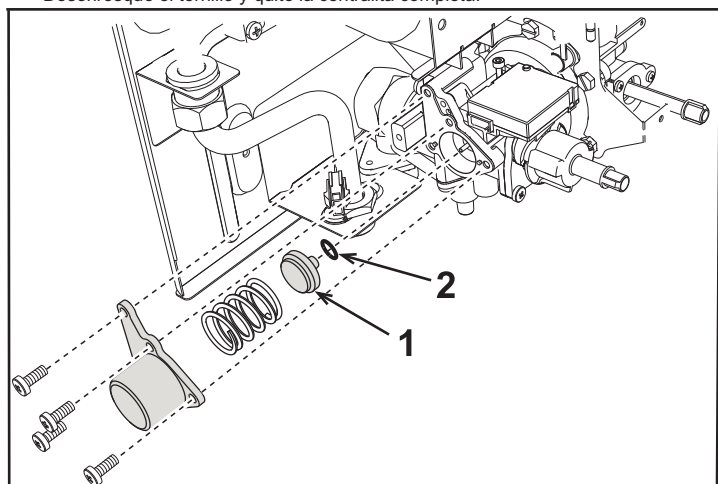

fig. 12
- Quite el muelle y sustituya el cono de modulación (1 - fig. 12) por el correspondiente al nuevo tipo de gas, comprobando que la junta (2 - fig. 12) esté bien ubicada.